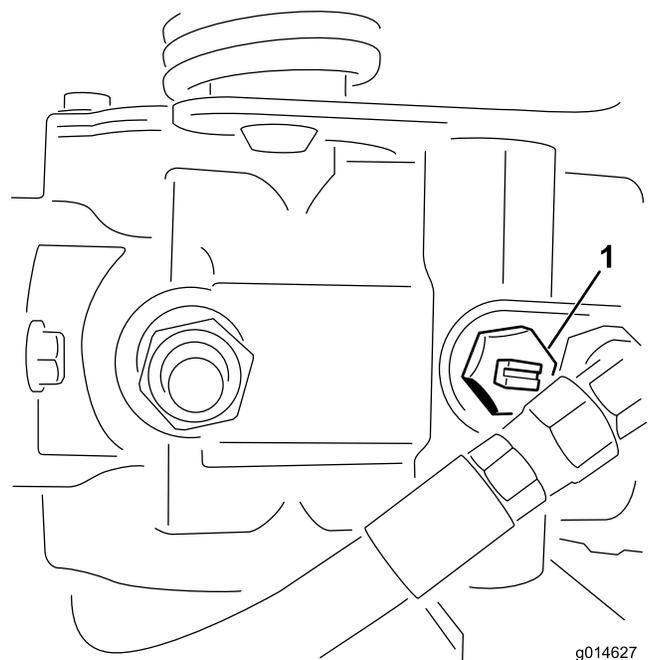

Рисунок 24
2. Перед запуском двигателя закройте перепускной клапан, повернув его так, чтобы паз находился в горизонтальном положении (Рисунок 24).
1. Найдите на насосе перепускной клапан и поверните его так, чтобы паз был вертикален (Рисунок 24).